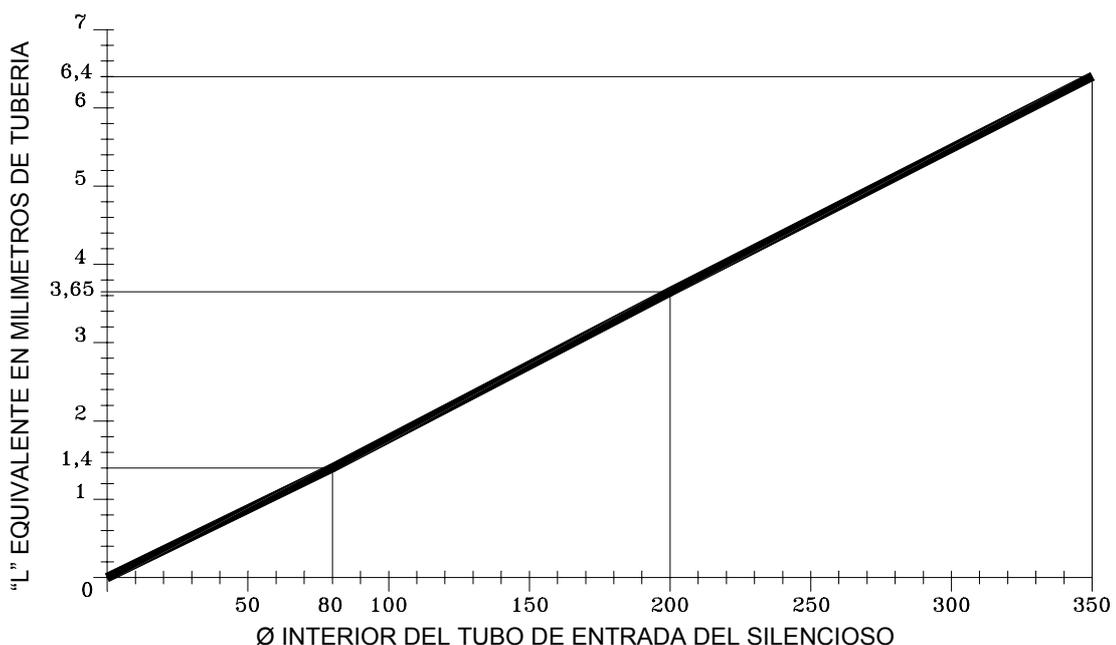

Fig. 2 – Longitud de Tubería en Función del Diámetro del Silencioso
- La "L" equivalente silencioso es la obtenida en el Gráfico de la fig. 2 en función del silencioso.